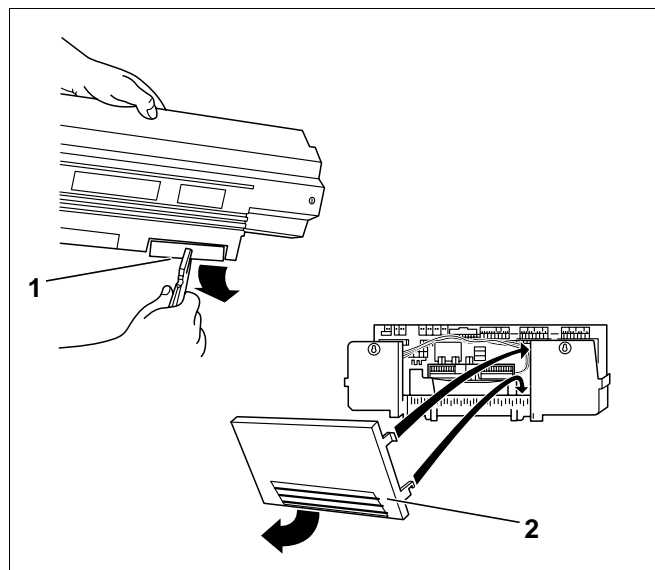

Fig. 44 Forberedelse af kabelgennemføring
- Bræk om nødvendigt udbrydningsdelene (Fig. 44, **pos. 1**) i kabelgennemføringens bagvæg (Logamatic 33..) ud, eller tag pladen i bagstykket (Logamatic 43..) af (Fig. 44, **pos. 2**).
- Sæt bagstykket (Logamatic 43..) fast i spændebåndsrammen med den nederste krog, og tryk derefter ind foroven, indtil krogene i siderne (Fig. 44, **pos. 2**) går i indgreb.